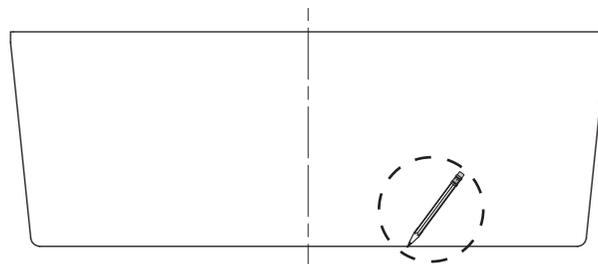

FIG. 1
- À l'aide d'un marqueur ou d'un crayon effaçable, tracez le contour de la base de la baignoire sur le plancher. (Voir la **fig. 1**)